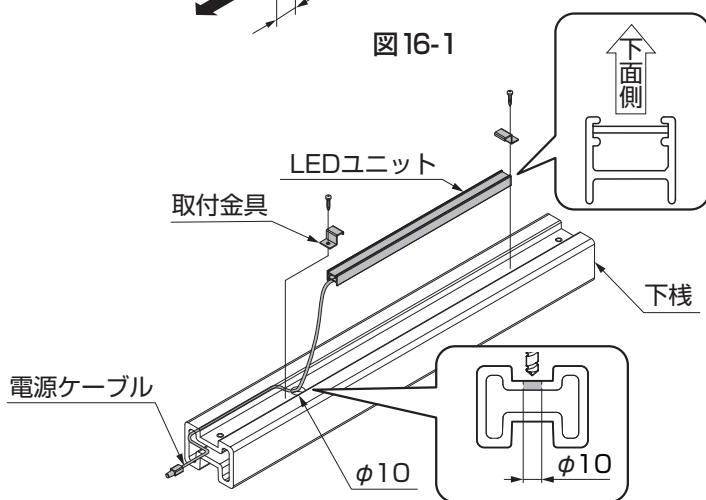

図16-2
①下棧スリーブ材を抜き取り、配線を通す側のスリーブ材の端部を10mm切断してください。
②LEDユニットを取付ける位置を確認して、下棧の溝にφ10の下孔をあけてください。(図16-2参照)
③切断した下棧スリーブ材を下棧に差込み、配線を下棧の内側溝にはようようにしてください。